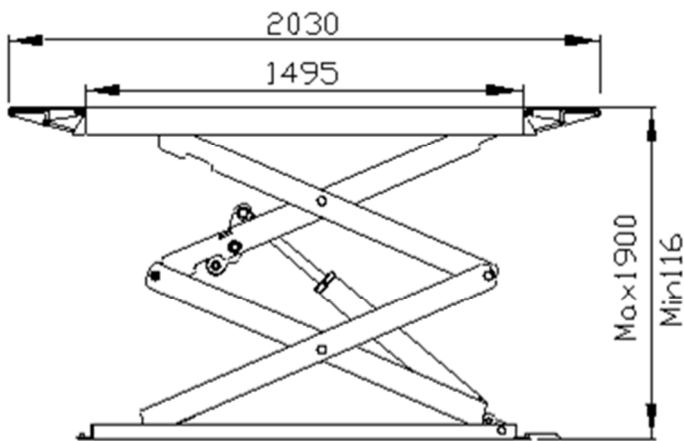

Fig. 2
**LET OP!** Houdt bij het plaatsen van de brug rekening met de afmetingen (fig. 2 en 3). De brug kan maximaal 1900mm geheven worden, daarbij moet de hoogte van het voertuig nog worden opgeteld, zorg dus dat U voldoende hoogte hebt op de plek van installatie. Houdt voor de plaatsing ook rekening met de afmetingen van de brug en de veilige zone van minimaal 1 meter die rondom de brug aangehouden dient te worden, deze dient na het plaatsen gemarkeerd te worden. Teken de maten uit op de vloer met krijt alvorens de brug wordt geplaatst. De zwarte pijl geeft de oprijrichting aan, houdt hier rekening mee bij het plaatsen van de brug.